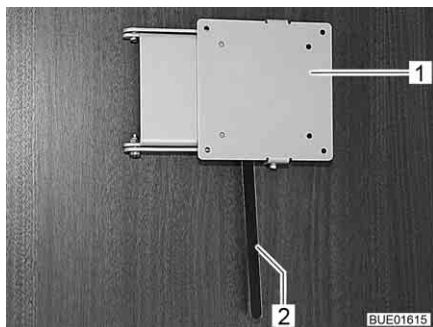

Fig. 46 Support avec levier de déverrouillage
- Pousser le levier de déverrouillage (Fig. 46,2) sur le côté et pivoter le support (Fig. 46,1) et l'écran plat pour les amener en position souhaitée.
- Pivoter l'écran plat en sens inverse, jusqu'à ce que le support (Fig. 46,1) s'enclenche dans le verrouillage.